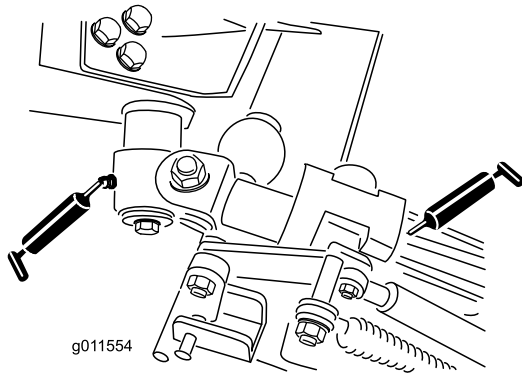

Figura 45
- Dois casquilhos da articulação da alavanca (Figura 45)
- Quatro casquilhos do braço traseiro (Figura 45)